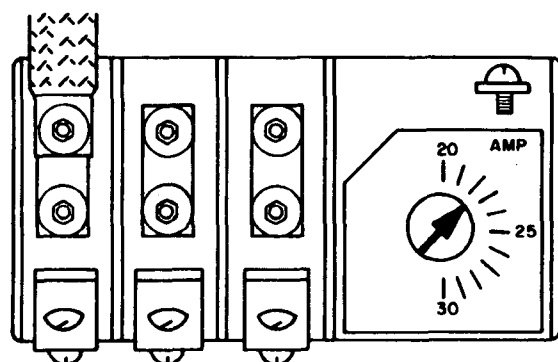

Fig. 3
- c Ajuste o relê de proteção de acordo com a corrente indicada na placa do motor (fig. 3).